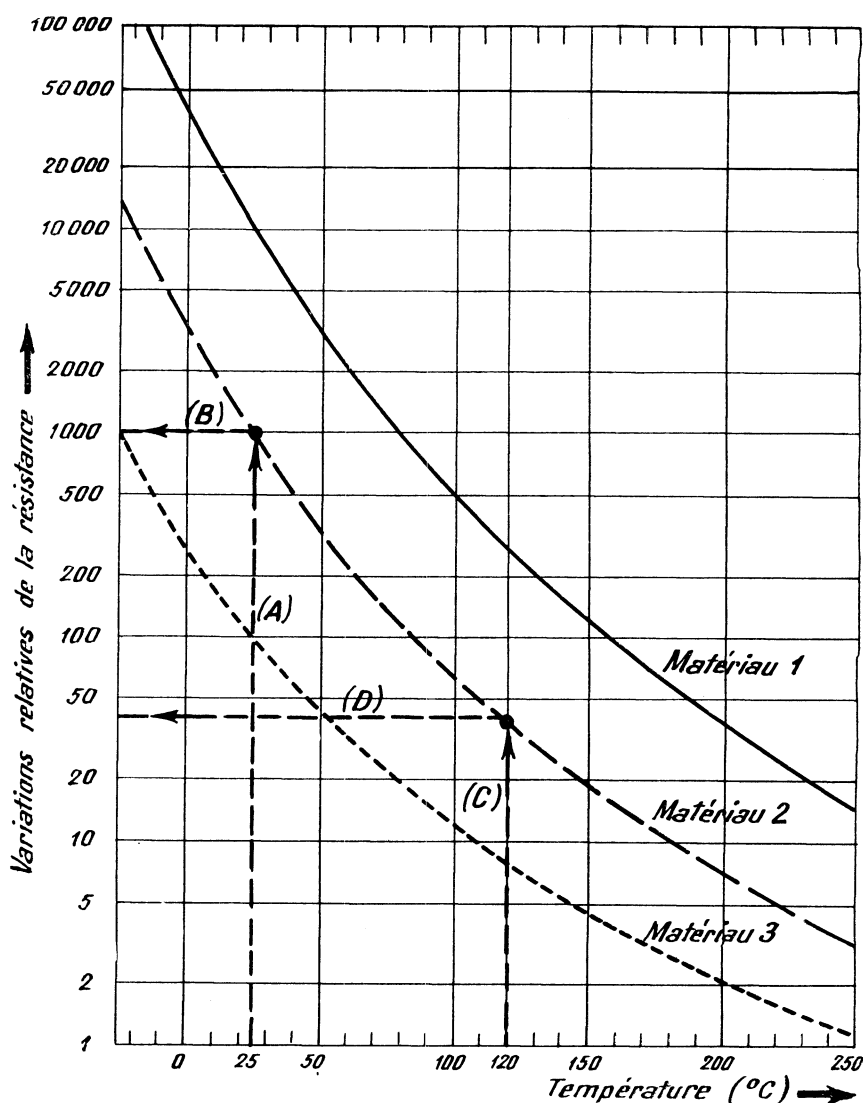

Fig. 1. — Variations relatives de la résistance de divers types de thermistances, en fonction de la température.
Une traduction graphique étant souvent préférable à une formule abstraite, nous avons représenté (fig. 1) les variations relatives de la résistance de diverses thermistances, et ce en fonction de la température.
Supposons donc que nous ayons en mains une thermistance en matériau 2, présentant une résistance de 500 Ω à 25 °C, et que nous voulions connaître sa résistance à 120 °C. L'abaque de la figure 1 va nous permettre de répondre rapidement à cette question. Pour cela, traçons tout d'abord une verticale à partir du point 25 °C, jusqu'à rencontrer la courbe centrale représentant le matériau 2. Soit (A) la droite ainsi obtenue. A partir du point d'intersection ainsi défini traçons maintenant une horizontale (droite B). Nous lisons alors, sur l'axe de gauche, le chiffre 1000.